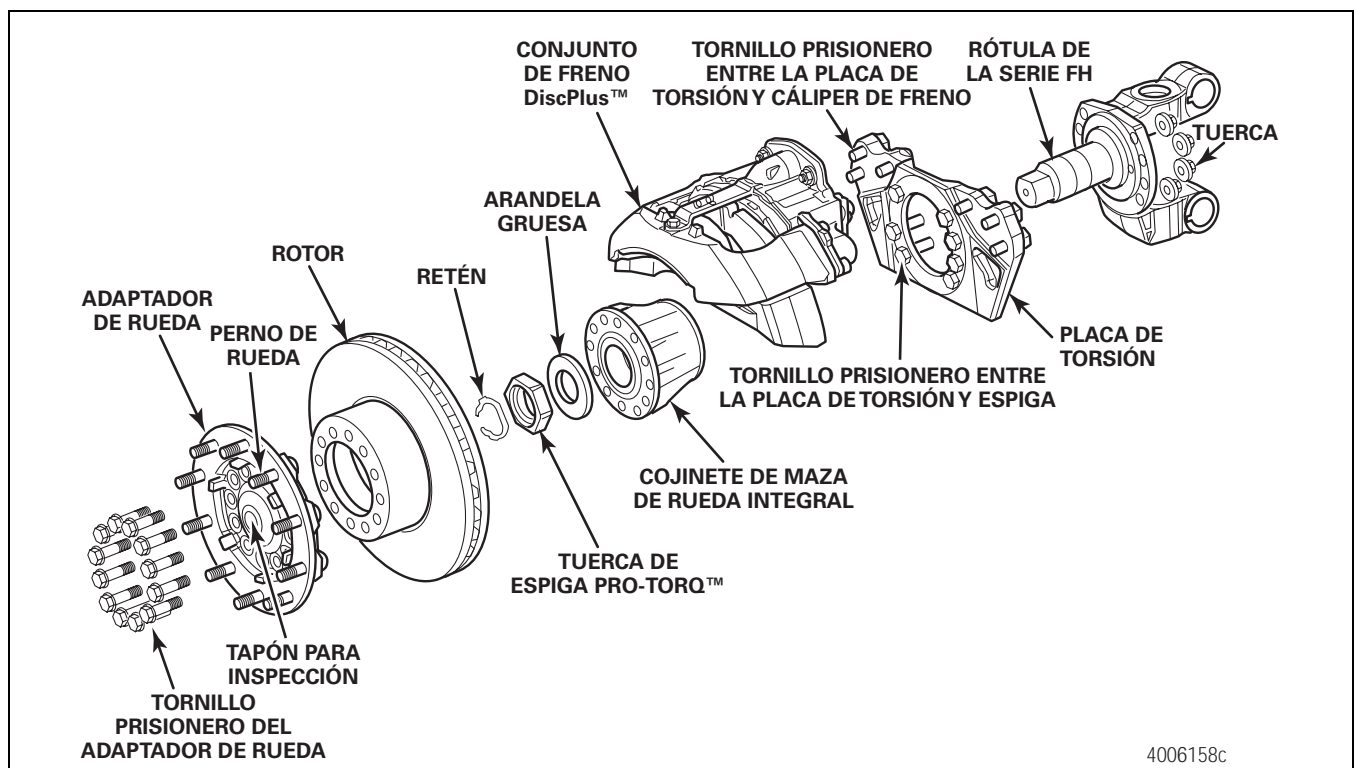

Figura 4.9
4. Retire el adaptador de rueda y el rotor. Revise el rotor para detectar posibles grietas e indicios de desgaste. Reemplace el rotor si es necesario. Figura 4.9.